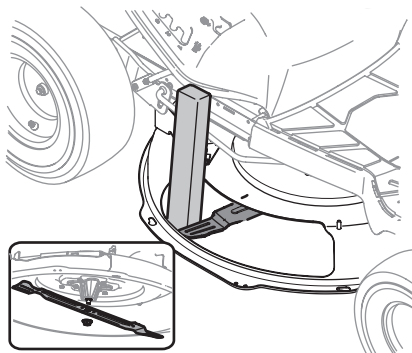

Figure 38
2. Insérez une cale en bois ou un morceau de poutre de au moins 51 mm x 102 mm (2" x 4") dans l'ouverture du plateau de coupe et faites tourner la lame jusqu'à ce que la cale se coince entre l'ouverture du plateau de coupe et la lame, comme à la Figure 38.
3. Retirer l'écrou à bride à six pans qui maintient la lame. Voir la Figure 38.